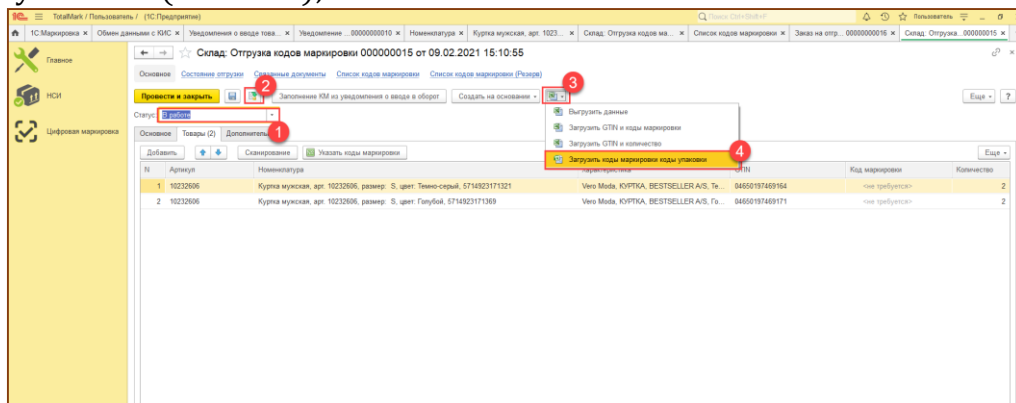

Рис. 8-19 - Создание Отгрузки в ТМ
- ii. Нажать кнопку «Загрузить из Excel», загрузить коды маркировки коды упаковки (Рис. 8-19);